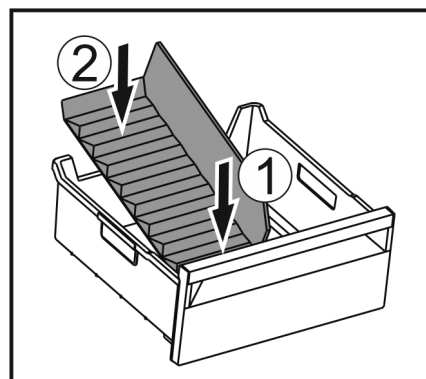

Fig. 141
- ▶ Vorderen Teil des Eisfach-Trenners einsetzen. Fig. 141 (1)
- ▶ Hinteren Teil des Eisfach-Trenners bis zum Schubfachboden absenken. Fig. 141 (2)